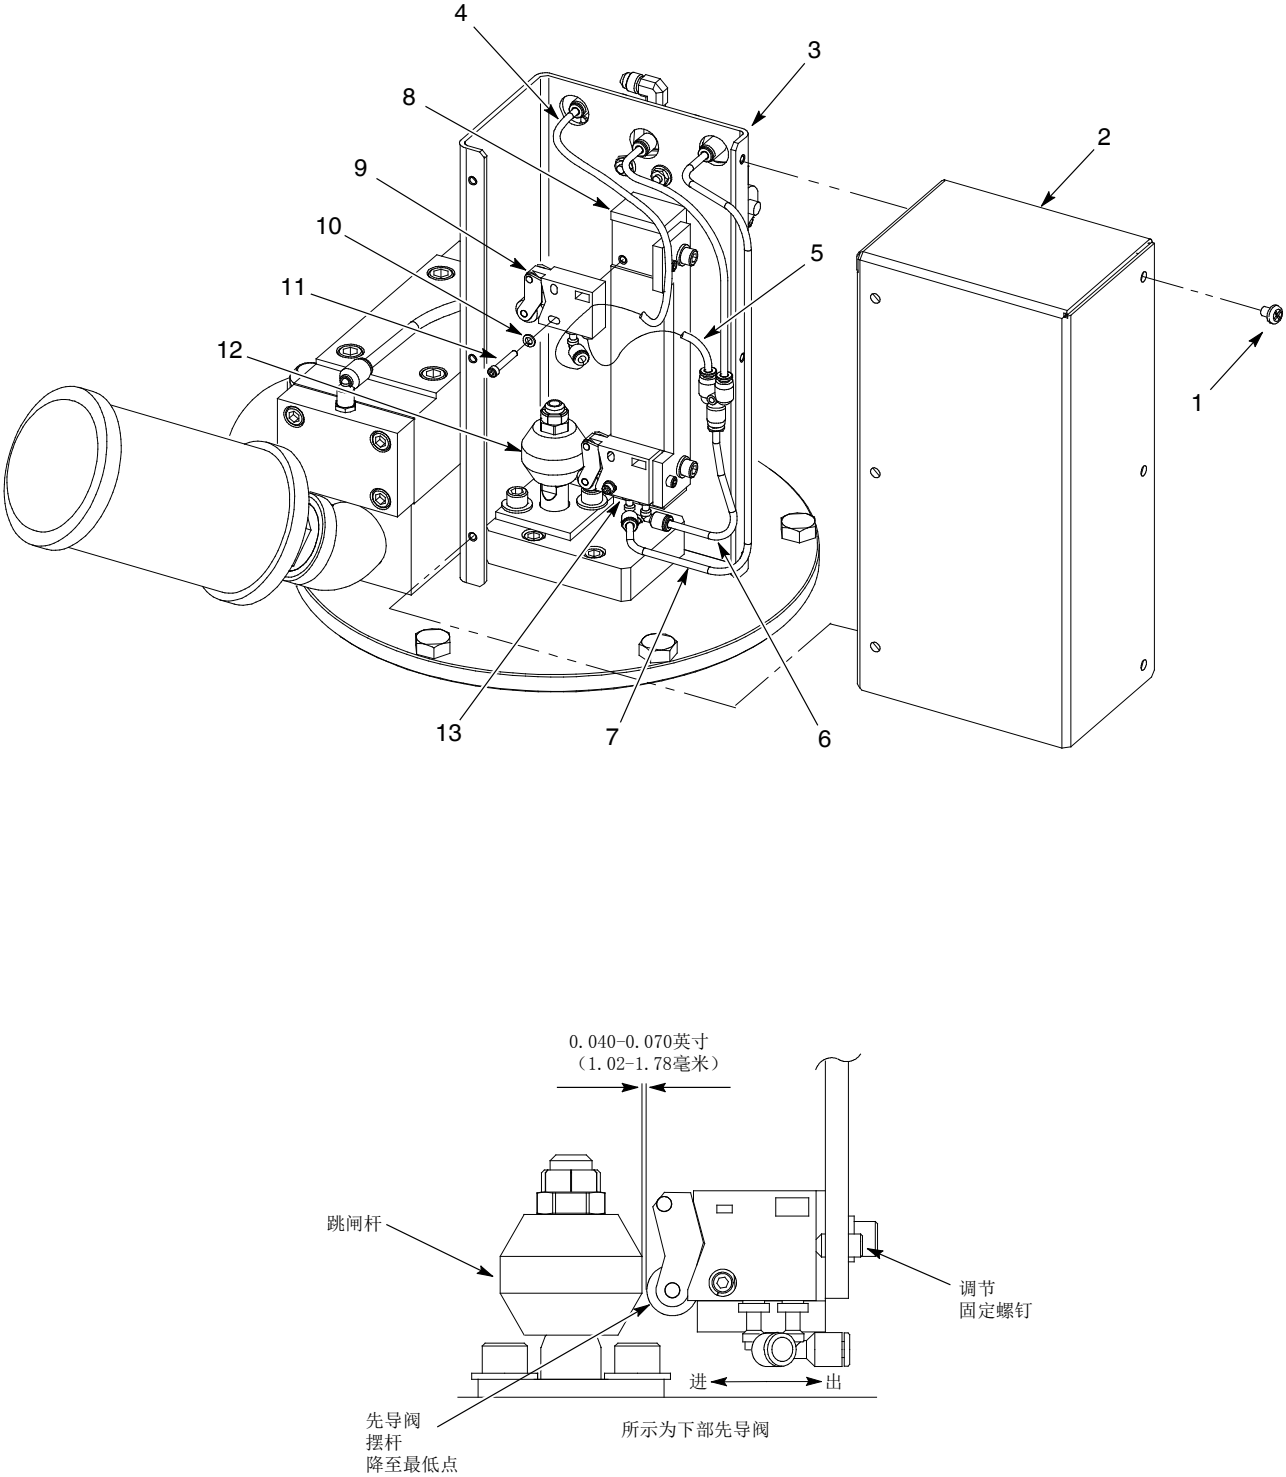

图 10 更换先导阀
1. 详见图10。拧下用于将护盖(2)固定至跳闸杆组件(3)的螺钉(1)。